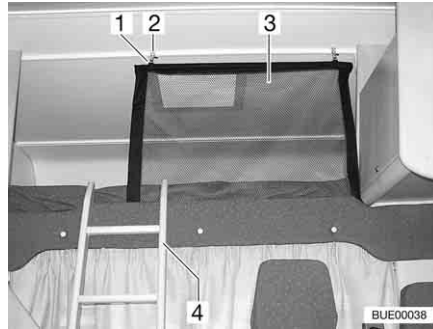
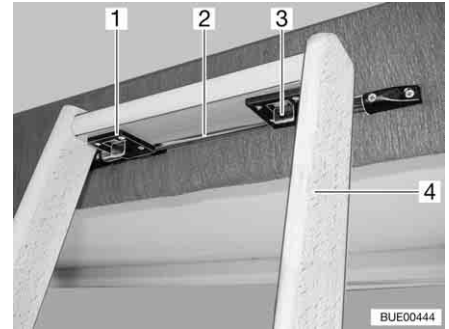

Bild 94 Alkovsäng
Bild 95 Stege, låsning
**Stege** För att komma upp i alkovsängen ska man alltid använda den medföljande stegen (Bild 94,4 och Bild 95,4).
- Fäst stegens två krokar (Bild 95,1) på stängen (Bild 95,2) på alkovsängens kant.
- Skjut de två spärrarna (Bild 95,3) framåt.
**Skyddsnet** Skyddsnetet (Bild 94,3) är standard. Det ligger mellan madrassen och ribbotten. Skyddsnetet ska först monteras när personerna som ska sova där befinner sig i alkoven.
- Haka fast hållaren (Bild 94,1) i öglorna i taket (Bild 94,2).